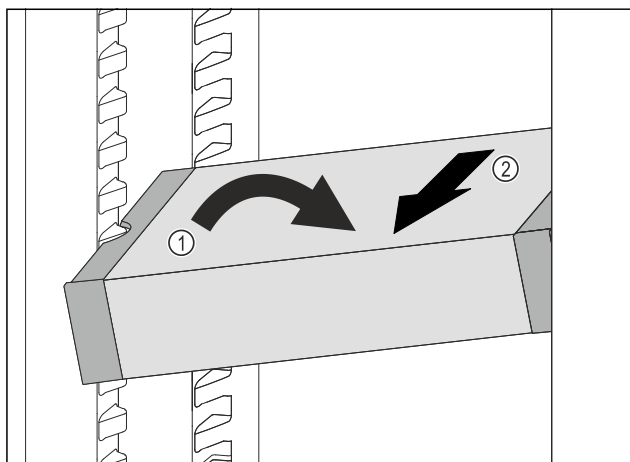

Fig. 215
- Vendosni VarioSafe pjerrtas në pjesën e ftohjes. Fig. 215 (1)
- Hiqni VarioSafe për nga përpara. Fig. 215 (2)